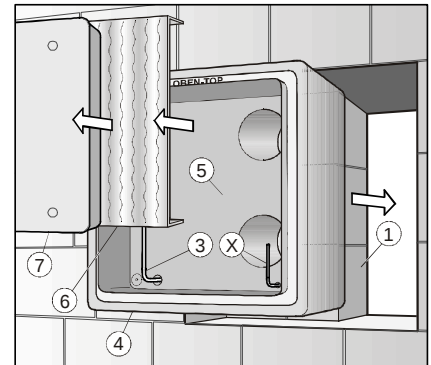

Abb. 3
raum (5) für das Gerät einlegen. (Abb. 3)